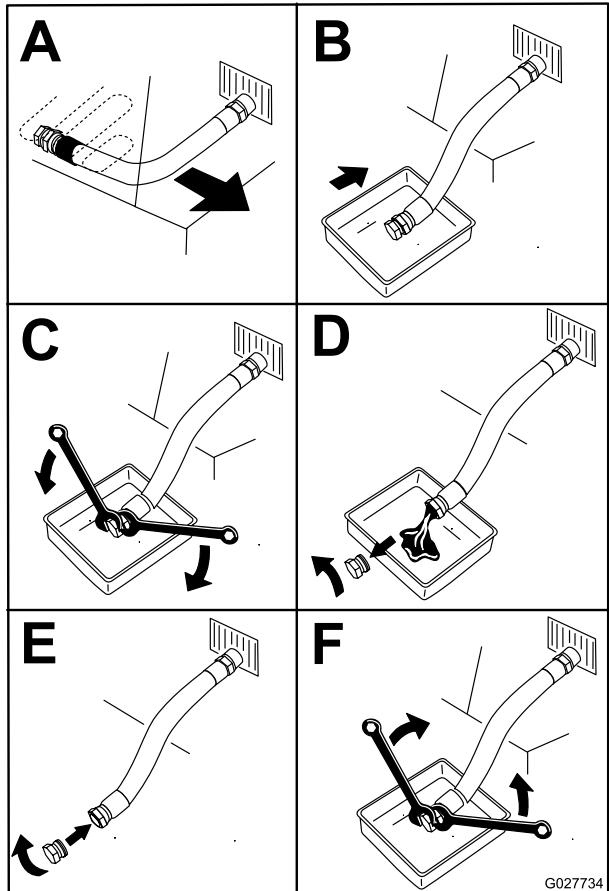

Figure 57
4. Avant de quitter la position d'utilisation, coupez le moteur, retirez la clé de contact et attendez l'arrêt complet de toutes les pièces mobiles (Figure 57).